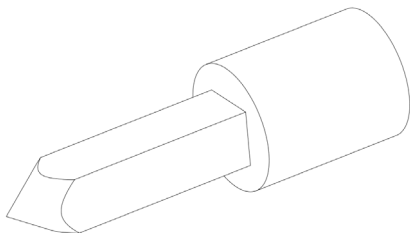

图 4-20 打开素材模型
(1) 单击常用工具栏中的【打开】按钮, 打开一幅素材模型, 如图 4-20 所示。